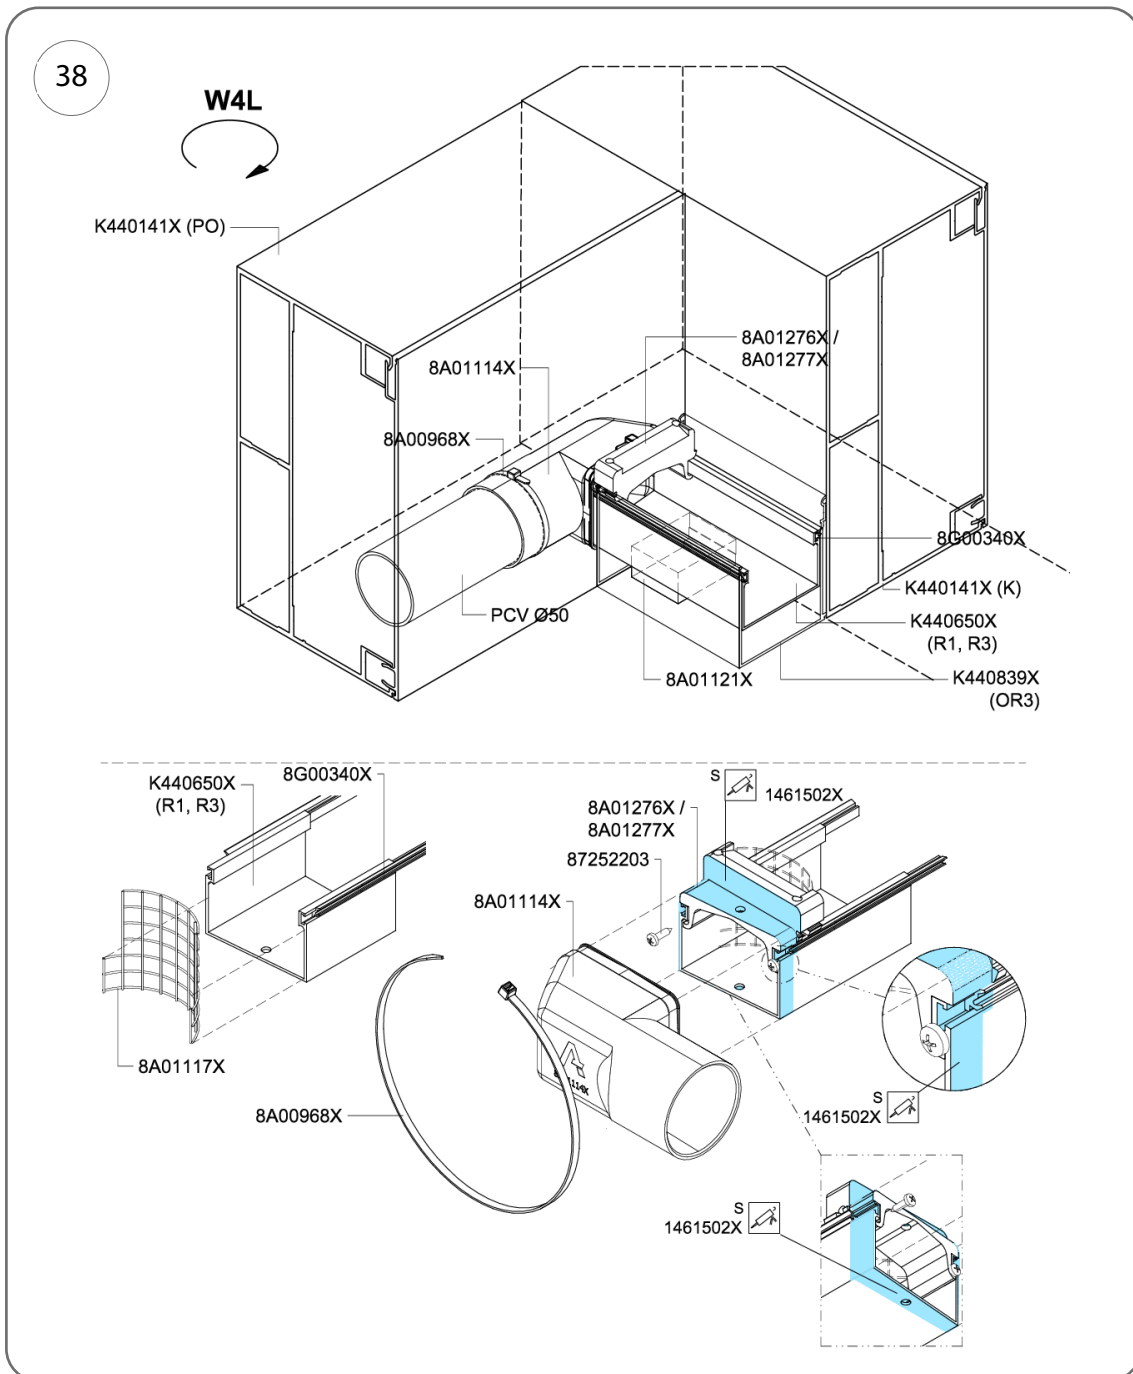

Fig. 38
2. Fissare gli elementi della chiusura per impedirne lo spostamento avvitando 2 viti da 3,5 x 13 mm (cod. art. 87252203) – Fig. 38.
3. Applicare uno strato di composto adesivo-sigillante (cod. 1461502X) lungo l'intero perimetro della grondaia e dell'elemento a scatto, come mostrato in Fig. 38.